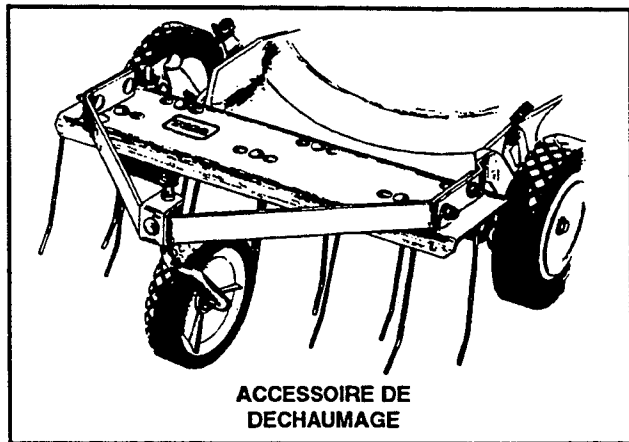

Figure 35
1. Déchaumeur (modèle 59131) – S'installe en quelques minutes à l'avant de la tondeuse afin de faciliter les manoeuvres. Des fourches à ressort désagrègent le chaume afin de permettre une bonne aspiration dans le sac à herbe (fig. 35) et donc un enlèvement pratique.